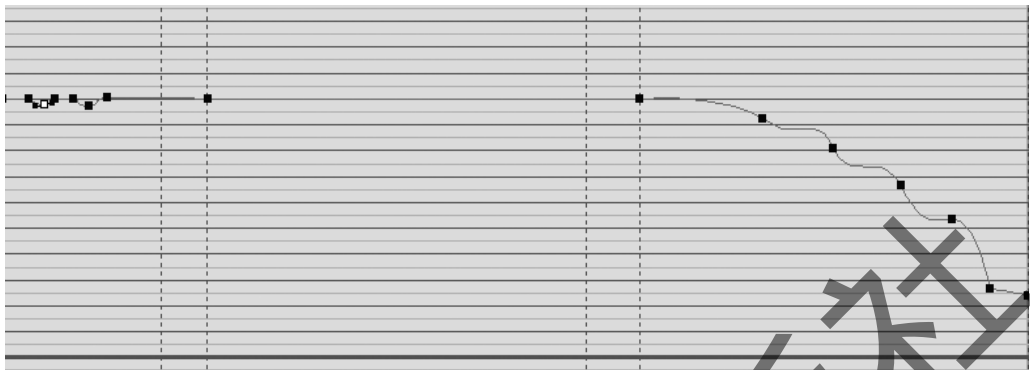

图 4-65 修改缩放曲线
Step8:退出“图形”级别,展开“变形”卷展栏,点击“缩放”按钮,将曲线形状调至如图4-65所示。